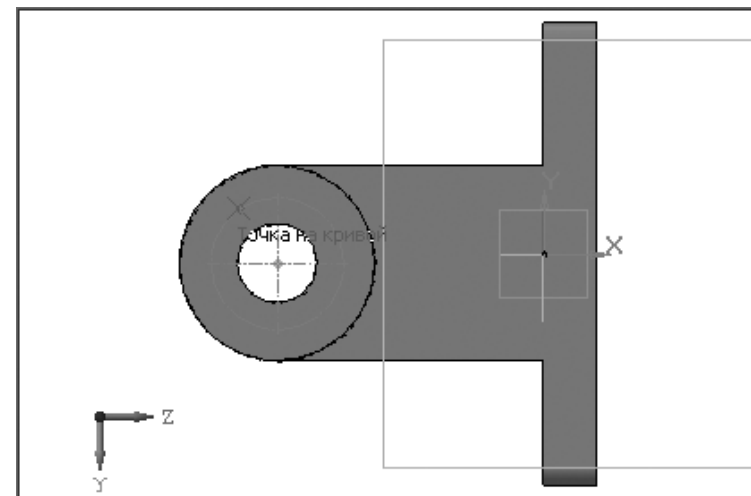

Рис. 3.75. Сообщение о размещении точки на кривой (осевой окружности)
- переместите указатель мыши на осевую окружность в месте предполагаемого расположения левого отверстия под болт. Появится подсказка **Точка на кривой** (рис. 3.75);